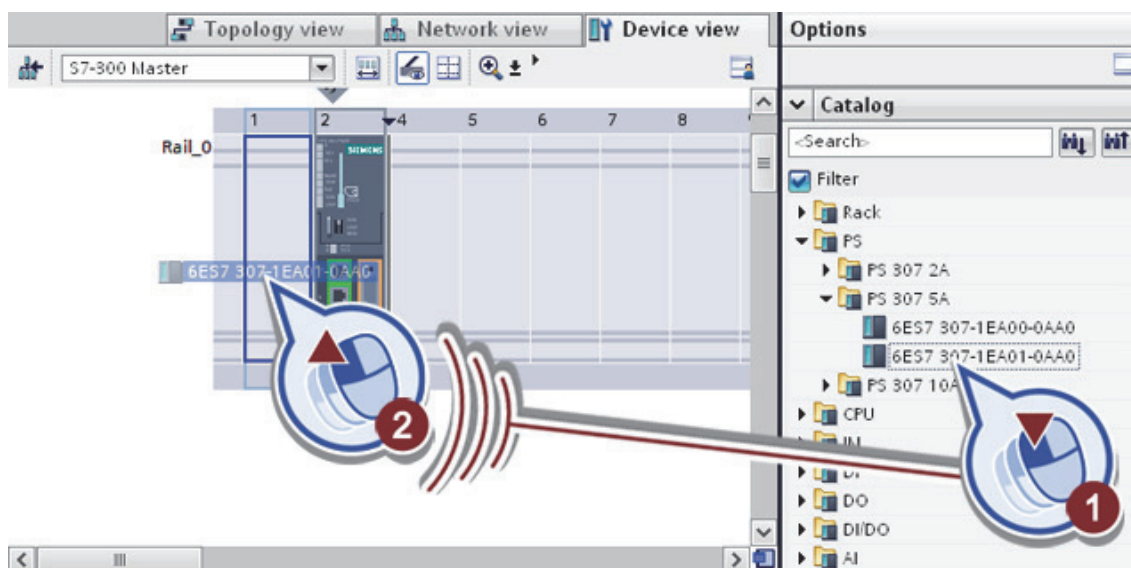

Рис. 1.9. Установка питания
– в каталоге аппаратного обеспечения открываем вкладки «PS» < «PS 307 5A» < и перетаскиваем «6ES7 307-1EA01» - на первый слот на монтажной рейке (рис. 1.9);